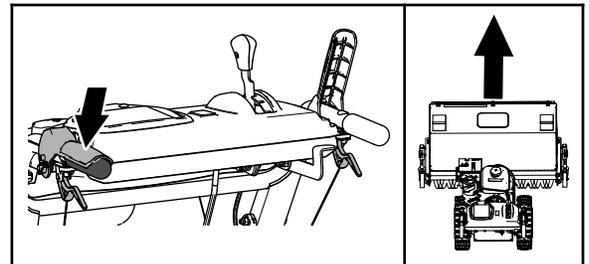

Figure 15
- Pour aller tout droit, serrez le levier de commande de déplacement (gauche) mais ne serrez pas les leviers de débrayage de roues (Figure 15).